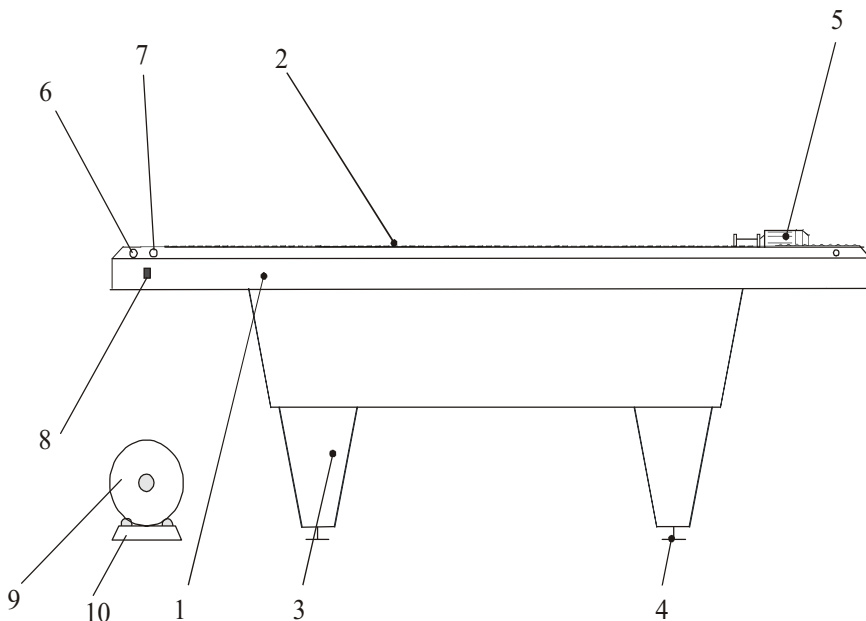

Рис. 1 Состав оборудования.
Горизонтальный подающий конвейер ТПЦ–550Д2 (рис. 1) представляет собой вариант аппарата серии 550.
5. Включить тумблер «Сеть» (рис.1 п.8). При включении тумблера «Сеть» загорится индикатор внутри тумблера. Нажать кнопку 6 «Пуск» (рис. 1), конвейер начнет движение. Направление движения конвейера должно быть от оператора. Если конвейер движется в обратном направлении, следует нажать кнопку 7 «Стоп», выключить тумблер «Сеть» и, обесточив аппарат, поменять порядок фаз в питающей сети (данная операция проводится однократно при первичном включении аппарата).
1. Нажать на кнопку 7 «Стоп» (рис.1)